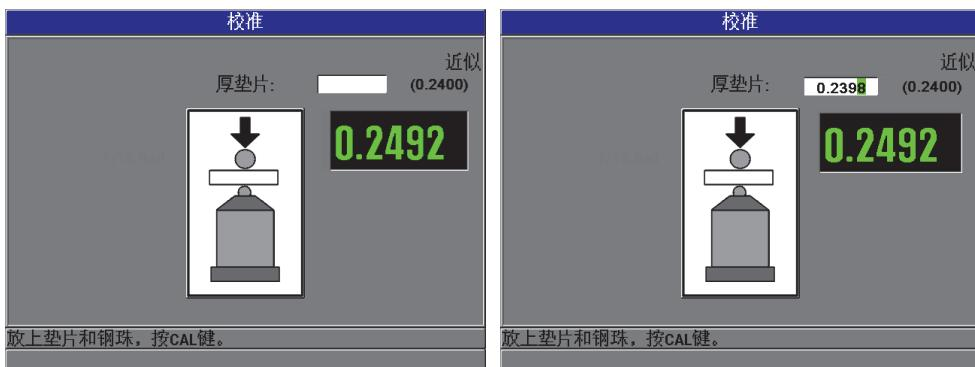

图 4-9 厚垫片校准点
6. **厚垫片点:** 仪器会提醒用户将特定的厚校准垫片和目标放在探头尖端上。这个厚校准点的厚度会根据所选的目标滚珠、圆盘或钢线的不同产生变化。屏幕上较低的测量值框中会显示垫片的大约厚度值。按 [校准] 键, 将测量值传输到上面的文本框中, 然后使用箭头键根据校准垫片的已知厚度修改框中的值, 然后按 [校准] 键 (参见第 75 页的图 4-9)。